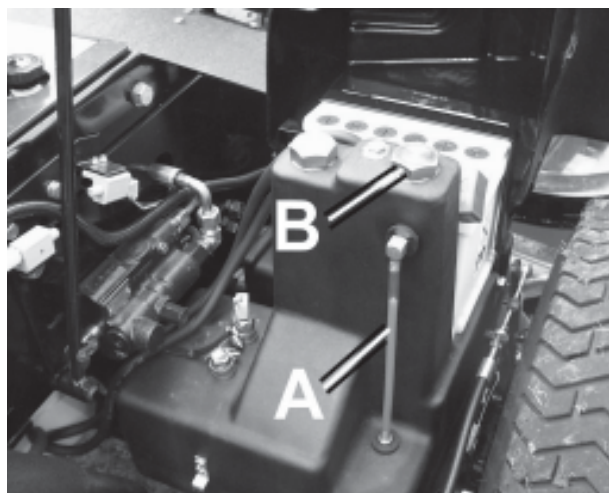

Abb. 16
3. Den Behälter über eine der Messingschrauben mit ungefähr 38 Litern SAE 10W-30 wieder auffüllen (B, Abb. 16).
4. Das Hydrauliköl ist bis zur Hälfte des Schauglases aufzufüllen (A, Abb. 16).